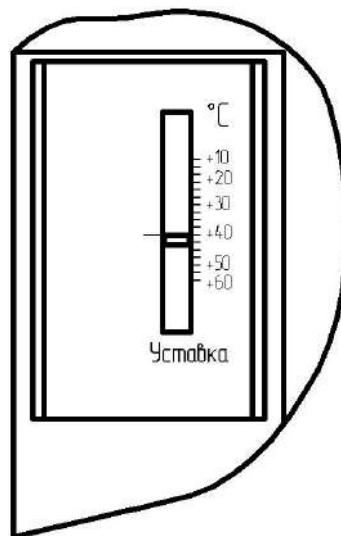

Рисунок 2
9.2 При выставлении уставки на величину срабатывания необходимо, чтобы риска шкалы проходила через верхний край уставки (рисунок 2).